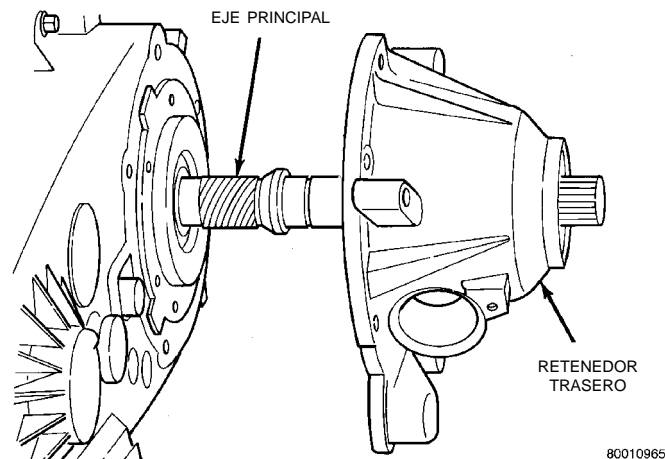

Fig. 14 Desmontaje del retenedor trasero
(8) Retire el retenedor trasero. Golpee suavemente el retenedor con un martillo y haga palanca hacia arriba para romper el reborde de sellante. Después extraiga el retenedor de la caja y eje transmisor (Fig. 14).